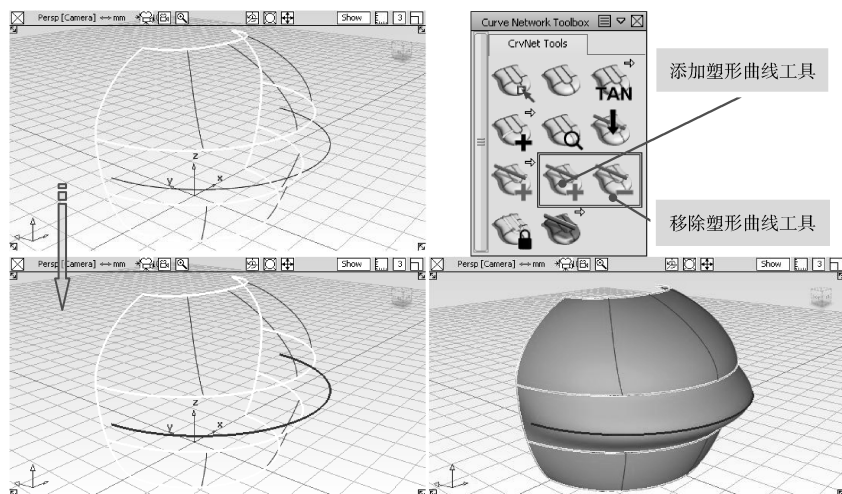

图 4-68 添加塑形曲线
- 03 在曲线网络工具箱中选择【add ctrl】(添加塑形曲线)工具,然后在视窗中单击选取刚创建的曲线。该曲线作为曲线网络的塑形曲线,以暗红色显示。开启着色显示,可以看到在这条曲线的影响下,曲面的形状发生了变化,如图4-68所示。